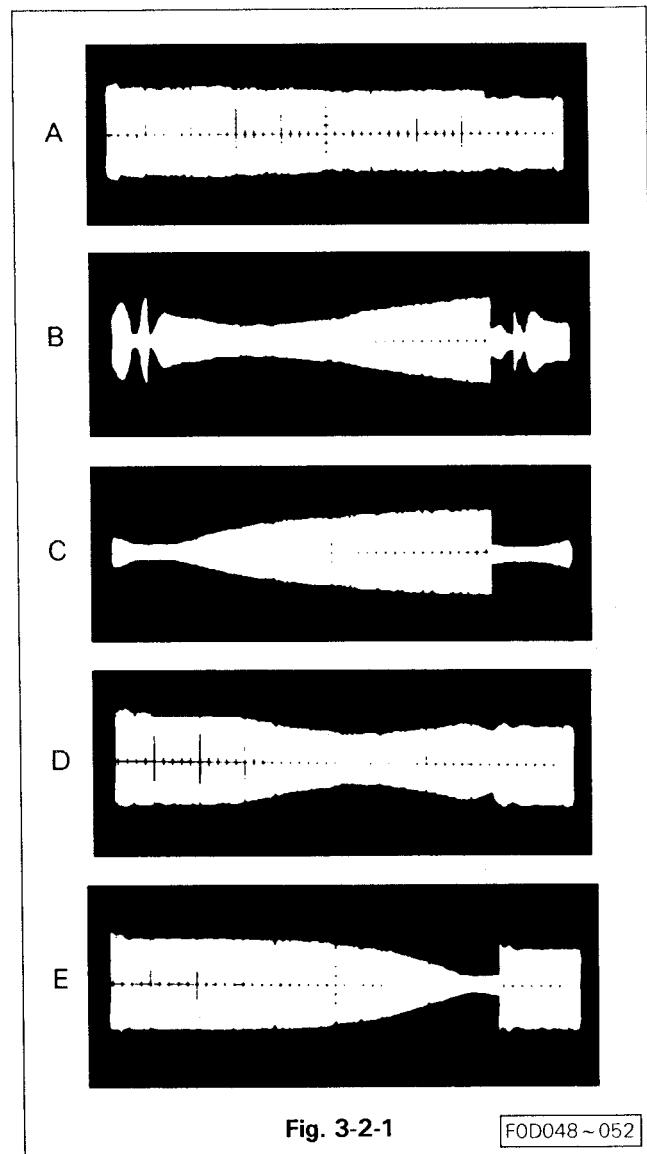

Fig. 3-2-1
#### 3-2-1 REGLAGE DU GALET GUIDE BANDE (Voir Fig. 3-2-1)
- C. Vérifier que l'enveloppe FM est plate (linéaire). (Voir Fig. 3-2-1-A).
- D. Effectuer le réglage du guide-bande débiteur suivant le § 3-2-2 si l'enveloppe du signal FM est comme B ou C de la Fig. 3-2-1. Se référer au réglage du guide bande récepteur du § 3-2-3 si l'enveloppe du signal FM se présente comme en D ou E de la Fig. 3-2-1.
#### 3-2-2 REGLAGE DE LA HAUTEUR DU GALET GUIDE BANDE DEBITEUR (Voir Fig. 3-2-1)
- B. Dans la plupart des cas, le galet guide débiteur est réglé bas lorsque la forme de l'enveloppe FM se rapproche de la figure B, et il est réglé trop haut si elle se rapproche de la figure C. Régler la hauteur du galet guide en tournant la vis de réglage de façon à ce que la forme du signal obtenu se rapproche du schéma A Fig. 3-2-1.
#### 3-2-3 REGLAGE DE LA HAUTEUR DU GALET GUIDE BANDE RECEPTEUR (Voir Fig. 3-2-1)